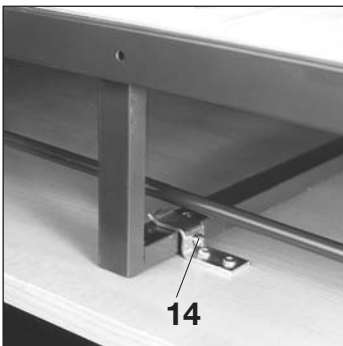

Abb. 8
- Die Linsenschrauben M4 x 12 mm **14** in die beiden oberen Frontplatten-Befestigungswinkel einschrauben, **Abb. 8.**